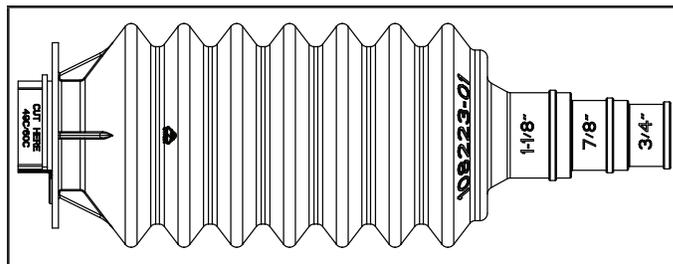

FIGURA 4. Manguito de acople para conjunto de línea
- 2 - Determine el tamaño de la línea de succión del refrigerante. Para líneas de succión de 7/8" o 1 1/8", corte el extremo más pequeño del manguito de acople más grande para contener la tubería de refrigerante (consulte la figura 4).
NOTA: Para los tamaños 49C y 60C, corte la sección marcada en el manguito de acople (consulte la figura 4)